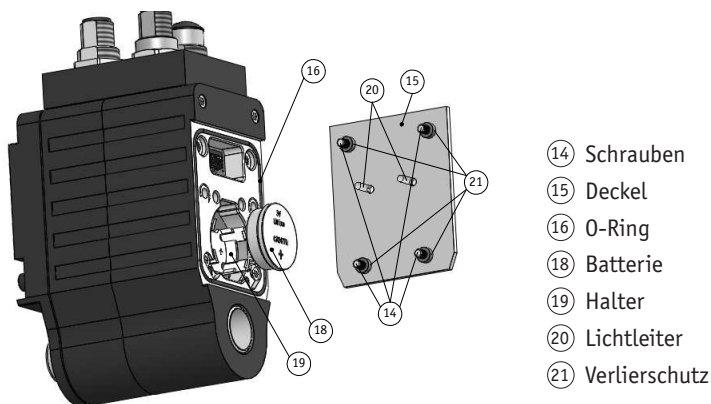

Abb. 12: Batteriewechsel
#### Ausfall Stellantrieb (Abb. 12)
#### Demontage (siehe Abb. 12):
1. Das Batteriefach befindet sich unter dem Deckel (15).
2. Deckel (15) inkl. der gesteckten Schrauben (14) mit Verlierschutz (21) und Lichtleiter (20) entfernen.
4. Verbrauchte Batterie (18) an der oberen Kante fassen und axial herauskippen.
**Montage (siehe Abb. 12):**
1. Neue Batterie (18) in Halter (19) axial einklicken.
2. Korrekte Lage des O-Rings (16) überprüfen. O-Ring muss komplett in der dafür vorgesehenen Nut liegen.
3. Montage Deckel (15) inkl. der gesteckten Schrauben (14) mit Verlierschutz (21) und Lichtleiter (20). Lichtleiter vorsichtig in die vorgesehenen Bohrungen im Gehäuse stecken.